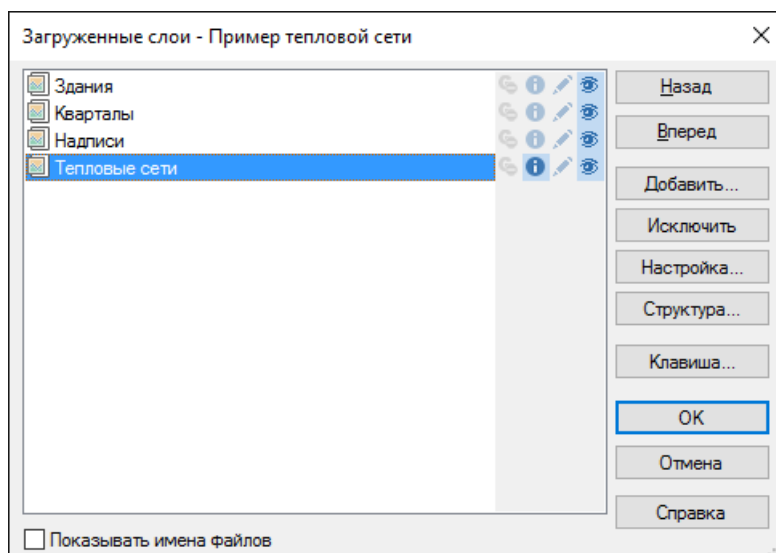

Рисунок 10.3. Окно выбора слоя
3. Нажмите кнопку Слой..., выберите слой рассчитываемой тепловой сети в открывшемся диалоге (смотрите Рисунок 10.3, «Окно выбора слоя») и нажмите кнопку ОК чтобы подтвердить выбор и закрыть диалог;